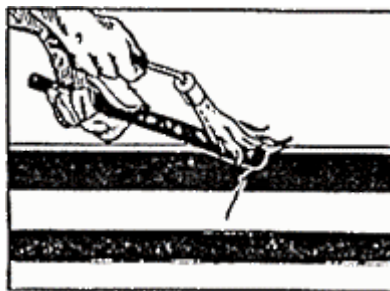

рис.5
4.12 При повреждениях в виде царапин рекомендуется использовать термоплавкий заполнитель в виде прутка. Пруток накладывается на участок повреждения и разогревается пламенем горелки до размягчения (рис.5). Поверхность места повреждения с разогретым термоплавким заполнителем выравнивается металлическим шпателем и прикатывается роликом.